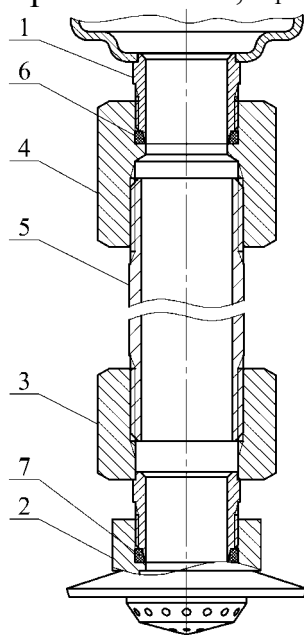

Рисунок 2
1.4.1.2 Для вывода насадка-распылителя в свободную зону через подвесной потолок типа Грильято, Армстронг и т.п. или его перемещения в рабочую зону эффективного пожаротушения при монтаже МУПТВ на потолочном перекрытии высотой более 6 м, модуль может быть дополнительно укомплектован удлинителем, соединяющим выпускную горловину МУПТВ 1 с насадком-распылителем 2 (см. рисунок 2).
2.1.8 При монтаже насадка-распылителя через удлинитель (см. рисунок 2) провести следующие работы. Собрать удлинитель согласно рисунку 2. Перед сборкой на наружные резьбы трубы **5** нанести герметик, например, ТЕКАSIL NEUTRAL PROFI, после чего накрутить до упора переходники **3**, **4**. В зарезьбовые участки отверстий насадка-распылителя **2** и переходника **4** установить резиновые кольца **6**, **7**. На наружную резьбу переходника **3** накрутить до упора насадок-распылитель **2**. Соединить удлинитель через резьбовое соединение с выпускной горловиной МУПТВ **1**. При монтаже необходимо обеспечить перпендикулярное направление оси удлинителя относительно горизонтальной плоскости.